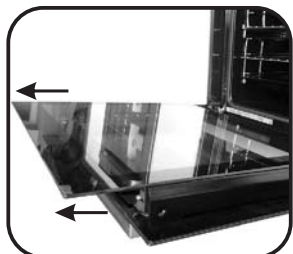

Abbildung 5
- Entfernen Sie das Glas indem Sie es vorsichtig aus dem Türrahmen rausziehen (Abbildung 5)